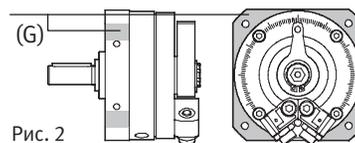

Рис. 2
- Проверьте необходимость дополнительных отверстий в крепежном фланце модуля DSM. Серым обозначены участки (G) (Рис. 2), на которых на DSM можно проделать дополнительные отверстия (например, для крепления центрирующих штифтов).